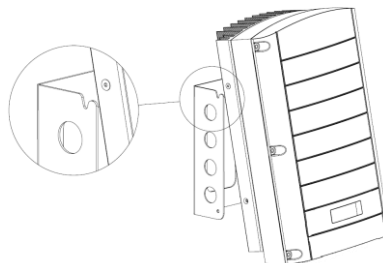
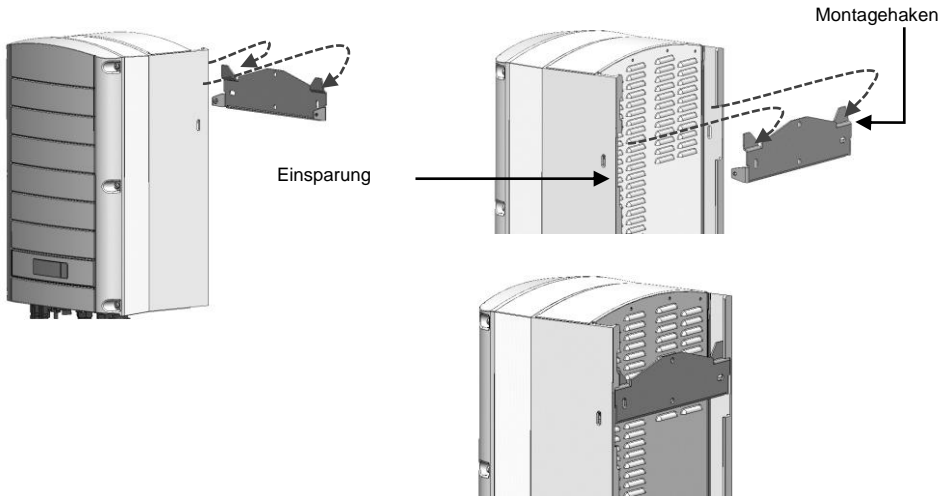

Abbildung 7: Einhängen des Wechselrichters in der Halterung – Typ 1
Abbildung 8: Wechselrichter in die Halterung hängen - Typ 2
- 3 Hängen Sie den Wechselrichter in die Halterung (Abbildung 7 und Abbildung 8): Halten Sie den Wechselrichter an den Seiten oder oben und unten fest, heben Sie ihn an, um die Einheit in die Halterung zu heben.